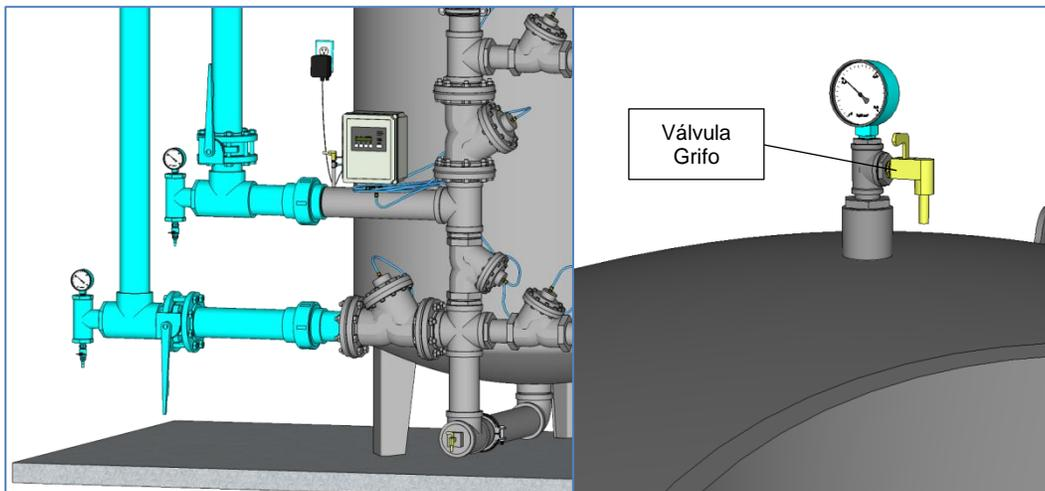

Figura 2, Presurización del tanque
- Presurizar el tanque con agua a una presión de 2.1 a 5 kg/cm² eliminando el aire contenido en el tanque a través de la válvula grifo (Figura 2).
19. Presurizar el tanque a una presión de 2.1 a 5 kg/cm² eliminando el aire contenido en el tanque a través de la válvula grifo (Figura 2).